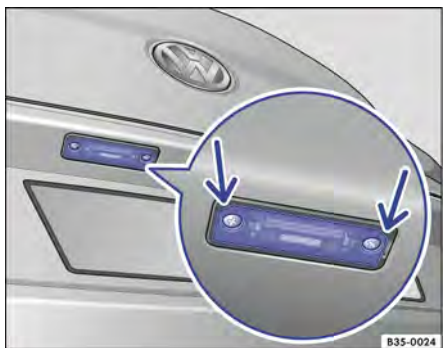

Fig. 212 No para-choque traseiro: iluminação da placa de licença.
2.	Com a chave de fenda das ferramentas de bordo → Página 268, remover os parafusos da iluminação da placa de licença → Fig. 212 (setas).
10.	Apertar os parafusos de fixação → Fig. 212 (setas pequenas) da iluminação da placa de licença com a chave de fenda.